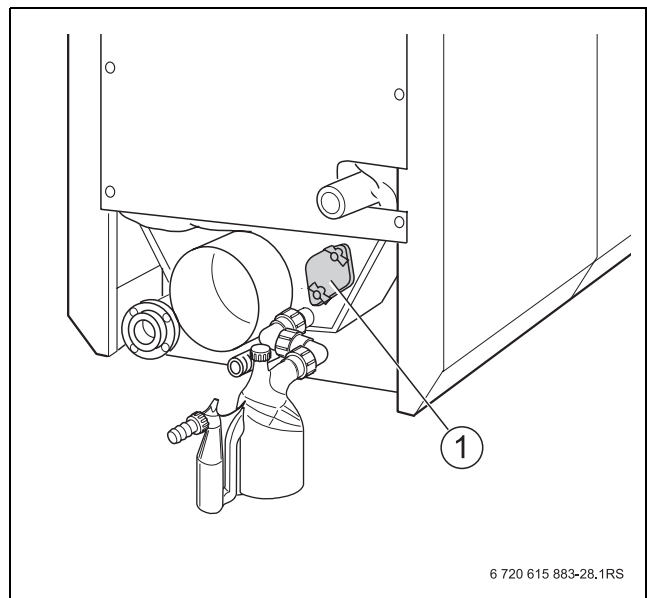

Рис. 32 Смотровой люк коллектора дымовых газов
- ▶ Проверьте, чтобы смотровой люк на коллекторе дымовых газов был закрыт (→ рис. 32, стр. 42).
- ▶ При проведении чистки не закрывайте выход конденсата (→ рис. 32, стр. 42).